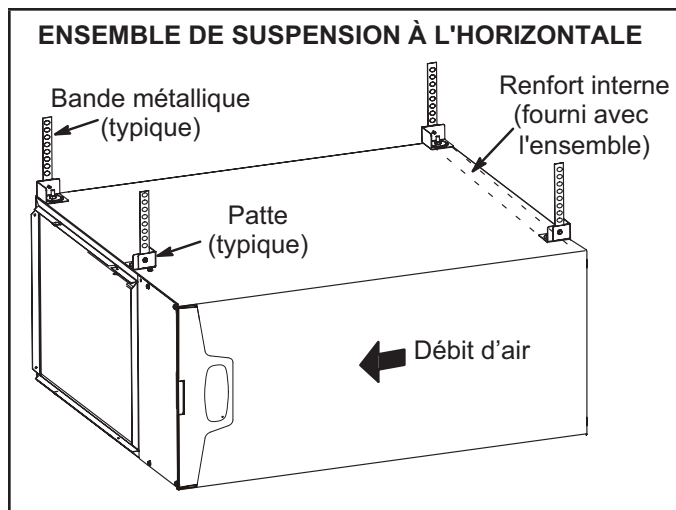
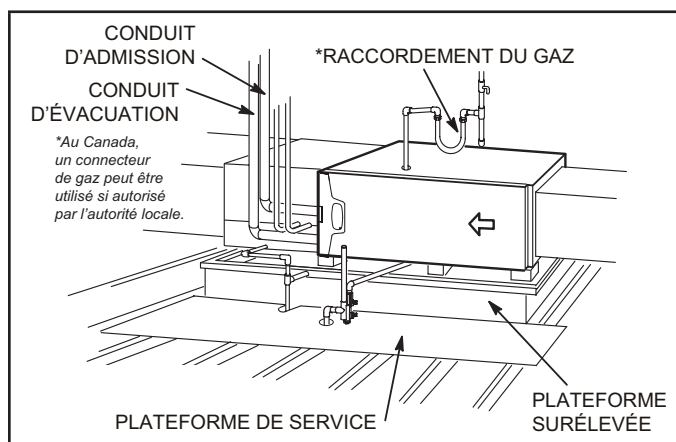

FIGURE 18
FIGURE 19
Ce générateur d'air chaud peut être installé dans un comble ou un vide sanitaire. Suspendez-le aux chevrons du toit ou aux solives du plancher comme illustré à la FIGURE 18 ou montez-le sur une plate-forme comme illustré à la FIGURE 19. Un ensemble de suspension à l'horizontale (51W10) peut être commandé auprès de Lennox ou remplacé par un dispositif équivalent.
- 2 - Construisez une plateforme surélevée en bois et la recouvrez d'un panneau de contreplaqué. Si l'unité est installée au-dessus d'un espace fini, installez un bac de drainage auxiliaire sous l'unité. Installez l'unité dans le bac comme illustré à la FIGURE 19. Prévoyez un dégagement de 8 po en dessous de l'appareil pour le purgeur de condensat.